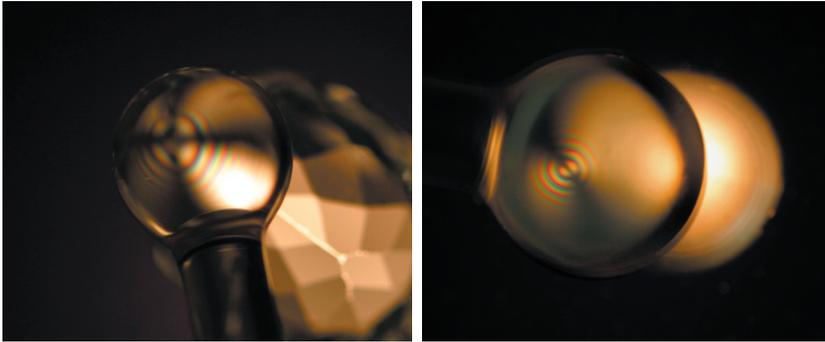

Figura 3. Una figura uniaxial típica (izquierda) y una figura biaxial típica (derecha).
6. Coloque la esfera de detección de figuras ópticas encima, cerca o tocando el área con los colores de interferencia más luminosos para observar la figura óptica (véase la figura 2). Consulte los patrones típicos de gemas uniaxiales y biaxiales en la figura 3 de la siguiente página.